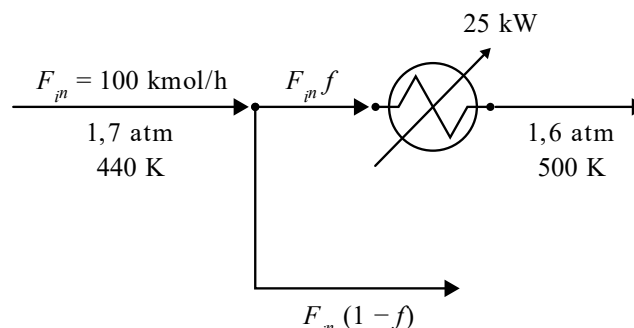

Figura 1. Ilustração do processo descrito no enunciado.
2) Uma corrente de $F_{in} = 100$ kmol/h com 0,6 mol% de água em ar a 1,7 atm e 440 K é separada em duas partes. Uma das partes recebe 35 kW em um trocador de calor, gerando uma corrente de ar úmido a 1,6 atm e 500 K. A Figura 1 ilustra o processo. Modele o regime estacionário do processo.